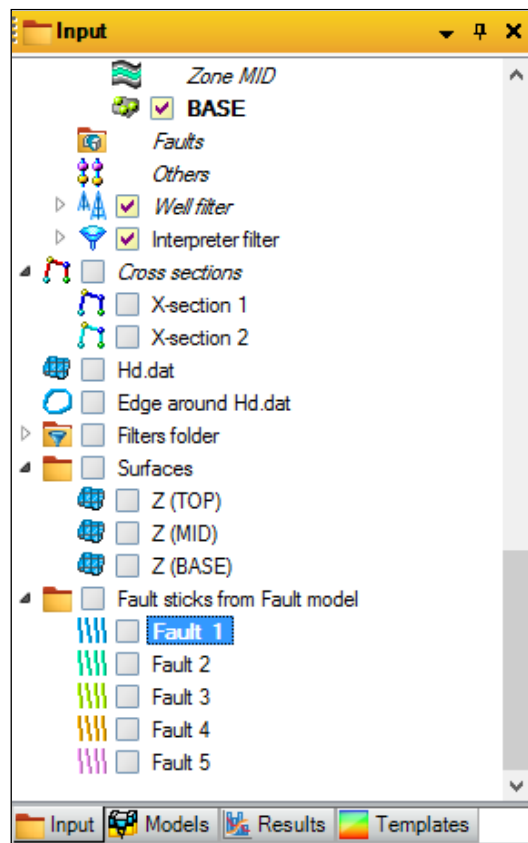

Рис.8.9.
1) перейдите на панель **Input**, и нажмите на набор пилларов **Fault 1**, который соответствует первому разлому (рис.8.9).